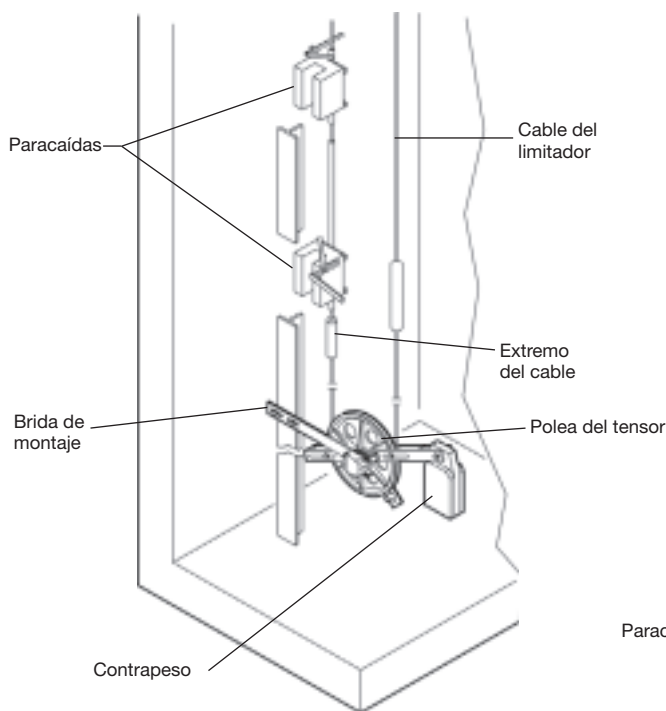

Fig. 1
- el contrapeso nunca puede estar en contacto con el suelo (fig. 1 y 2); en caso contrario, el limitador de velocidad queda fuera de servicio.
- Colocar el terminal en el primer extremo del cable (fig. 1 y 2) y subirlo al paracaídas.